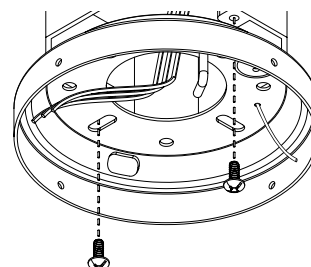

Figure 1.
- Faites passer les fils électriques provenant du plafond à travers l'orifice central du support de fixation plafond, comme représenté sur la figure 1